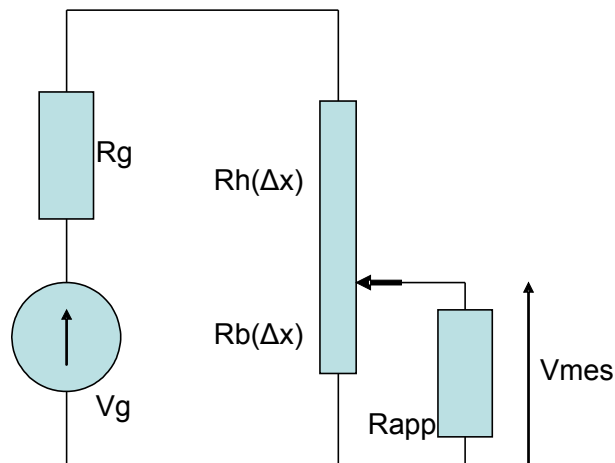

figure2
2. Maintenant le potentiomètre est monté suivant le schéma de la figure2 ci-dessous. La tension de mesure  $V_{mes}$ , image de la position du curseur, est mesurée par à l'aide d'un voltmètre ayant une résistance interne  $R_{app}$  :